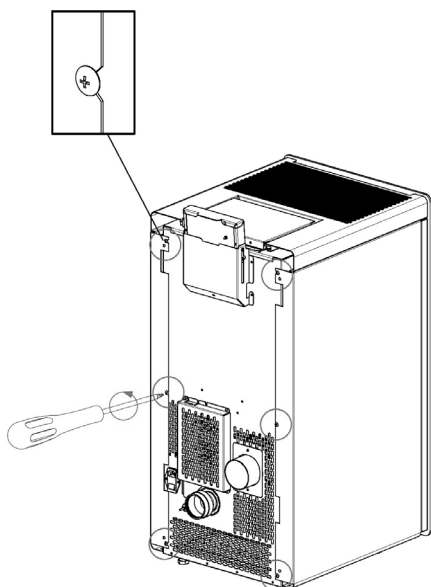
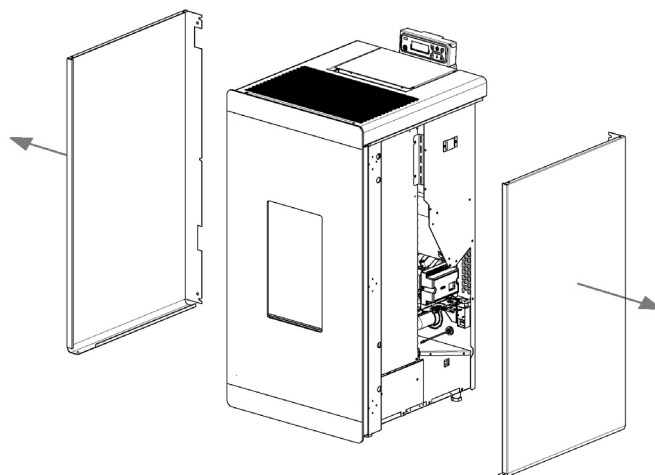

Fig. 69 - Afloje los tornillos
Fig. 70 - Extracción de los laterales
- Retire la puerta y los perfiles anteriores derecho e izquierdo (ver **Fig. 69** y **Fig. 70**).